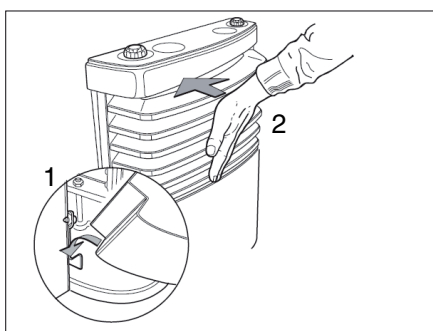

Fig. 103 Mettre en place le revêtement du chauffage
- Monter le revêtement du chauffage A cet effet, accrocher le revêtement dans les paliers inférieurs (Fig. 103,1).
- Faire basculer le revêtement jusqu'à ce que le levier de verrouillage se verrouille de manière audible (Fig. 103,2).